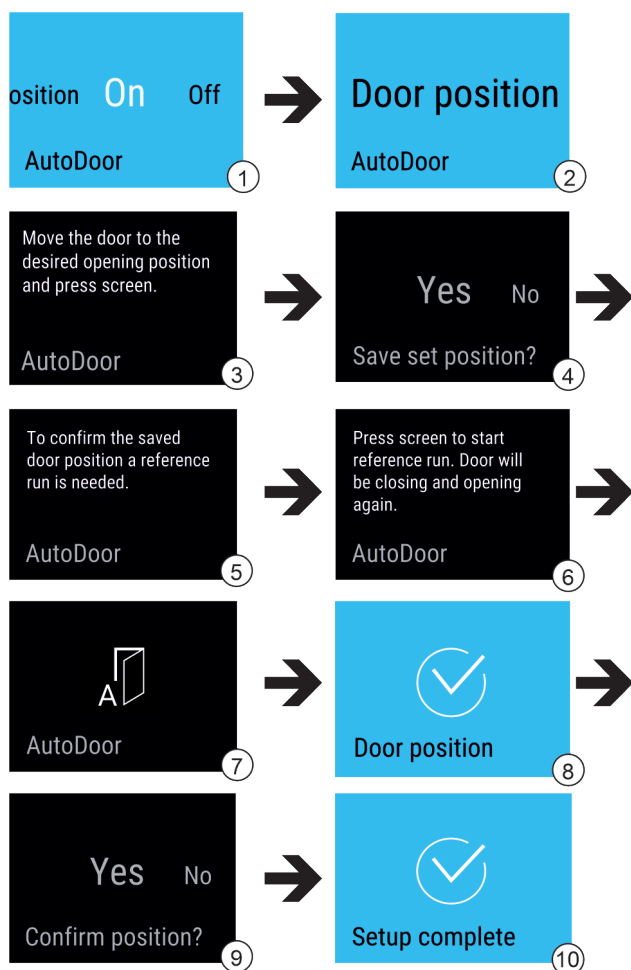

Fig. 17
- ▶ Välj funktionen AutoDoor. Fig. 17 (1)
- ▶ Svep indikeringen på displayen tills Door position visas. Fig. 17 (2)
- ▶ Konfigurera dörröppningsvinkeln: Öppna dörren minst 70°. Fig. 17 (3)
- ▶ Bekräfta dörröppningsvinkeln: Tryck på meddelandet i displayen. Fig. 17 (4)
- ▶ Starta referenskörningen: Tryck på displayen. Fig. 17 (6)
- ▷ Displayen blinkar. Fig. 17 (7)
- ▷ Referenskörningen har slutförts: Displayen växlar till blå färg under 2 sekunder. Fig. 17 (8)
- ▶ Bekräfta dörröppningsvinkeln. Fig. 17 (9)
- ▷ Displayen växlar till blå färg. Fig. 17 (10)